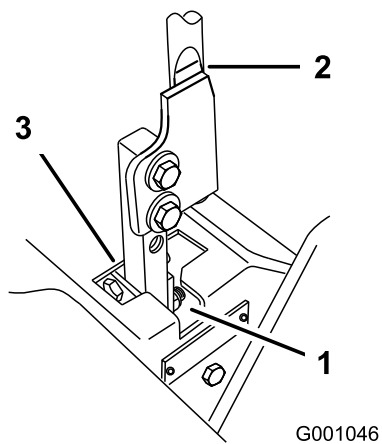

Figure 66
5. Placez le levier au point mort, sans le verrouiller (Figure 66).
6. Tirez le levier en arrière jusqu'à ce que l'axe de chape (situé sur le bras au-dessous de l'axe de pivot) touche l'extrémité de la fente (c.-à-d. commence juste à appuyer sur le ressort) (Figure 66).
7. Vérifiez la position du levier par rapport au cran de la console (Figure 66). Il doit être centré de façon à pouvoir pivoter vers l'extérieur jusqu'à la position de VERROUILLAGE AU POINT MORT.